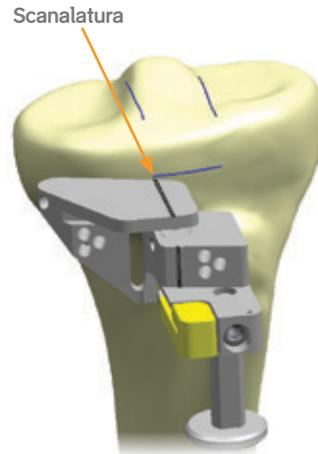

Figura 26
- Accoppiare il blocco guida alla tibia anteriore, allineando approssimativamente la scanalatura con il contrassegno mediale della mascherina di dimensionamento della tibia (Figura 26).